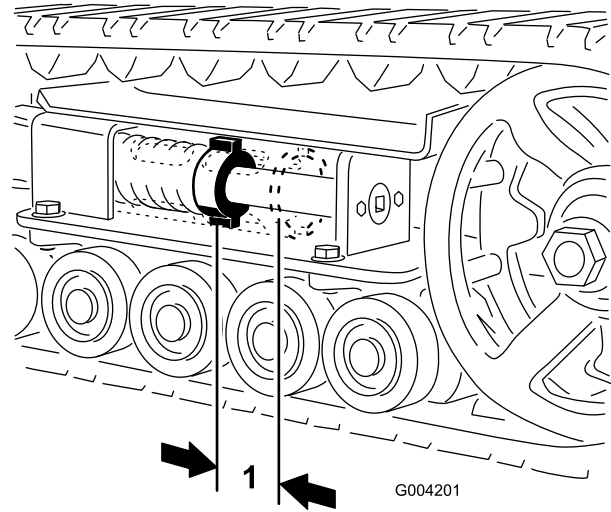
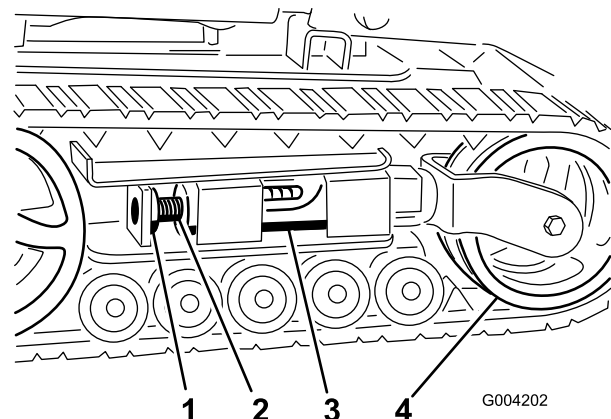
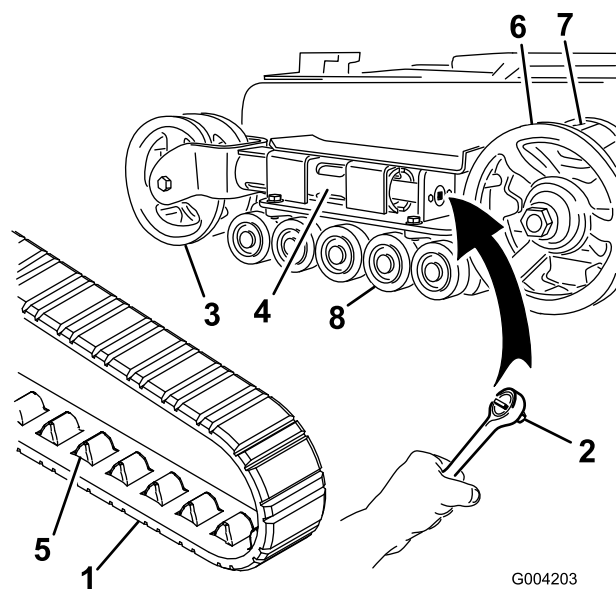
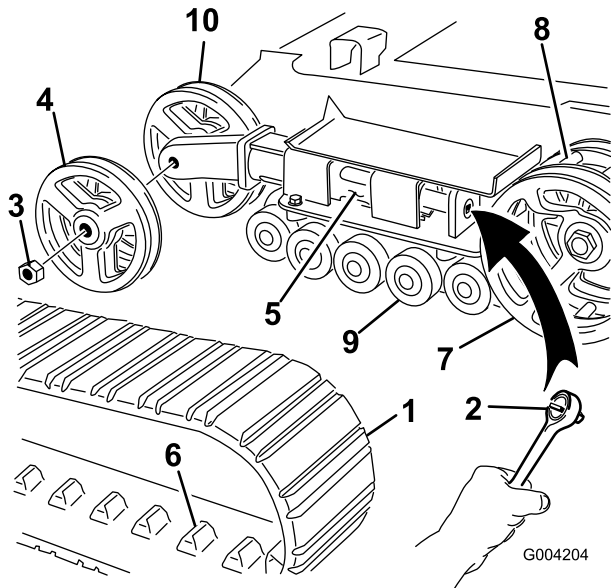

Figura 37
Figura 38
Figura 39
Figura 40
Compruebe y ajuste la tensión de las orugas después de las 50 primeras horas de operación y luego cada 100 horas de operación. Debe haber una holgura de 7 cm (2-3/4 pulg.) entre la tuerca tensora y la parte de atrás del tubo tensor (Figura 37). Si no es así, ajuste la tensión de las orugas usando el procedimiento siguiente:
3. Retire el perno de bloqueo y la tuerca (Figura 38).
- Usando una llave de 1/2 pulgada (Figura 39), gire el tornillo tensor en el sentido contrario a las agujas del reloj hasta que la distancia entre la tuerca tensora y la parte de atrás del tubo tensor (Figura 37) sea de 7 cm (2-3/4 pulg.).
- Alinee la muesca más próxima del tornillo tensor con el taladro del perno de bloqueo, y fije el tornillo con el perno de bloqueo y la tuerca (Figura 38).
- Retire el perno de bloqueo y la tuerca (Figura 38).
- Usando una llave de 1/2 pulgada, alivie la tensión en la oruga girando el tornillo tensor en el sentido de las agujas del reloj (Figura 38 y Figura 39)
- Empuje la rueda tensora hacia la parte de atrás de la unidad de tracción para mover el tubo de horquilla contra el bastidor (Figura 39). (Si no toca el bastidor, siga girando el tornillo tensor hasta que lo toque.)
- Cuando haya retirado la oruga de la rueda tensora, retírela de la rueda motriz y de las ruedas de rodaje (Figura 39).
- Empezando en la rueda motriz, pase la oruga nueva alrededor de dicha rueda, asegurándose de que los dientes de la oruga encajen entre los espaciadores de la rueda (Figura 39).
- Empuje la oruga por debajo de y entre las ruedas de rodaje (Figura 39).
- Gire el tornillo tensor en el sentido contrario a las agujas del reloj hasta que la distancia entre la tuerca tensora y la parte de atrás del tubo de horquilla (Figura 37) sea de 7 cm (2-3/4 pulg.).
- Usando una llave de 1/2 pulgada, alivie la tensión en la oruga girando el tornillo tensor en el sentido de las agujas del reloj (Figura 38 y Figura 40)
- Empuje la rueda tensora hacia la parte de atrás de la unidad de tracción para mover el tubo tensor contra el bastidor (Figura 40). (Si no toca el bastidor, siga girando el tornillo tensor hasta que lo toque.)
- Retire la tuerca que fija la rueda tensora exterior y retire la rueda (Figura 40).
- Retire la oruga (Figura 40).
- Retire la tuerca que fija la rueda tensora interior y retire la rueda (Figura 40).
- Instale la rueda tensora interior y fíjela con la tuerca que retiró anteriormente (Figura 40).
- Instale la oruga nueva, asegurándose de que los dientes de la oruga encajen entre los espaciadores de la rueda motriz (Figura 40).
- Instale la rueda tensora exterior y fíjela con la tuerca que retiró anteriormente (Figura 40).
- Gire el tornillo tensor en el sentido contrario a las agujas del reloj hasta que la distancia entre la tuerca tensora y la parte de atrás del tubo tensor (Figura 37) sea de 7 cm (2-3/4 pulg.).